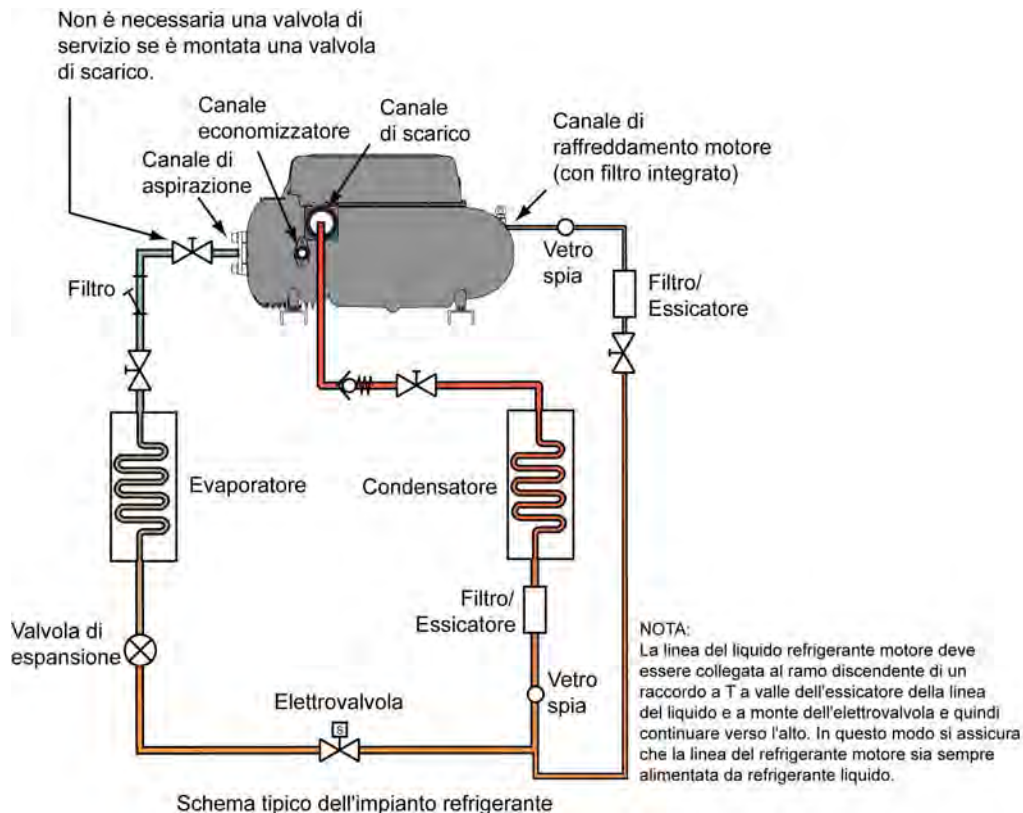
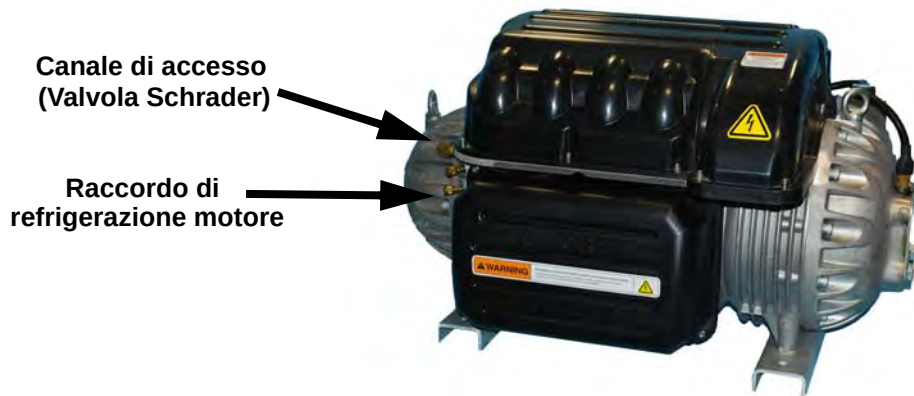

Figura 12 Schema tipico di impianto di refrigerazione
Figura 13 Raccordo di refrigerazione motore e canale di accesso
Il compressore è pressurizzato con azoto a 173 kPa (25 psi). La pressione deve essere rilasciata mediante la valvola Schrader sul terminale a campana del compressore prima di rimuovere le piastre otturatrici (fare riferimento a Figura 13). L'isolamento e il recupero del refrigerante devono essere svolti da un tecnico qualificato. Indossare sempre gli opportuni dispositivi di sicurezza durante la manipolazione di refrigeranti.
La linea di refrigerazione motore deve essere convogliata dalla linea del liquido (fare riferimento a Figura 12). Sul TT300, l'apertura di refrigerazione motore è dotata di un filtro integrato per proteggere il circuito di raffreddamento da blocco. La linea di refrigerazione motore necessita l'installazione di una valvola di servizio (non inclusa) per consentire l'isolamento del refrigerante durante la manutenzione del compressore. Il compressore è pressurizzato con azoto a 173 kPa (25 psi). La pressione deve essere rilasciata mediante la valvola Schrader sul terminale a campana del compressore prima di rimuovere le piastre otturatrici dei raccordi di aspirazione e scarico (vedere Figura 13).
5. Collegare il raccordo di refrigerazione motore sul retro del compressore (vedere Figura 13 per la posizione esatta).